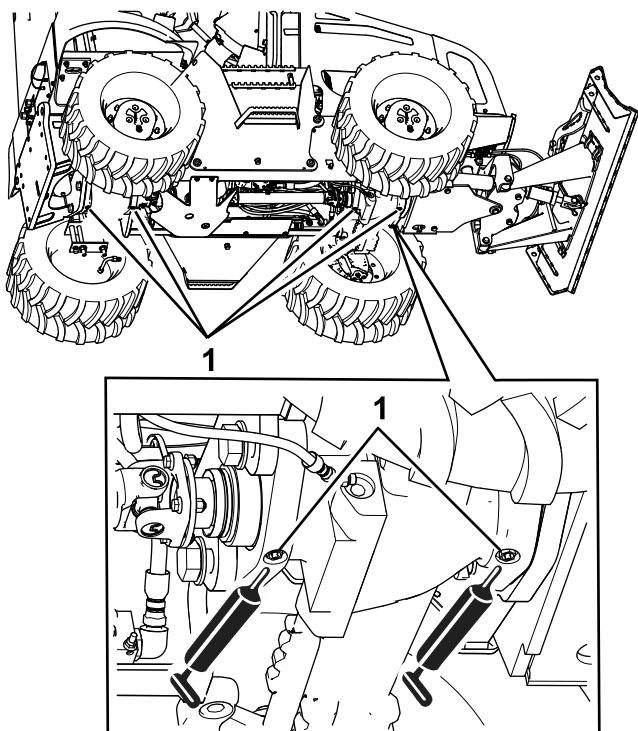

Рисунок 61
3. Подсоедините смазочный шприц к масленкам осей поворота переднего и заднего моста; введите консистентную смазку в каждую масленку, сделав 2-3 качания шприцом (Рисунок 61).